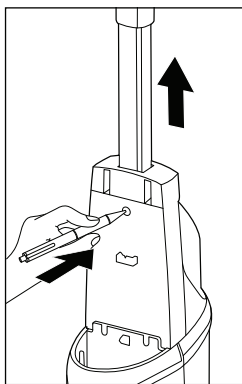

Fig. 2
- Se desejar voltar a remover o cabo do aparelho ❶, deverá retirar primeiro o reservatório de água limpa ❶ do aparelho, a fim de aceder ao mecanismo de encaixe do cabo do aparelho ❶ (ver capítulo **Encher o reservatório de água limpa**). Depois de ter removido o reservatório de água limpa ❶, pressione o mecanismo de encaixe do cabo do aparelho ❶ para fora da abertura de encaixe, utilizando um objeto pontiagudo. Em seguida poderá voltar a retirar o cabo do aparelho ❶ para fora do aparelho (ver fig. 2).